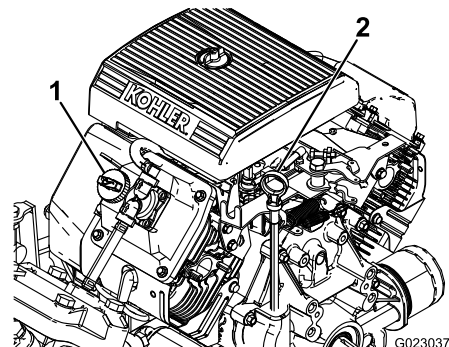

Figure 42
2. Retirez la jauge et essuyez-la sur un chiffon propre (Figure 42). Remettez la jauge dans le tube en l'enfonçant complètement. Sortez de nouveau la jauge et vérifiez le niveau d'huile.
3. Si le niveau d'huile est trop bas, enlevez le bouchon de remplissage du couvre-culasse (Figure 42) et versez la quantité d'huile nécessaire dans l'orifice pour faire monter le niveau jusqu'au repère MAXIMUM sur la jauge. Versez l'huile lentement et vérifiez souvent le niveau durant la procédure. Ne remplissez pas excessivement.
8. Versez lentement environ 80% de la quantité d'huile spécifiée dans le goulot de remplissage (Figure 42).